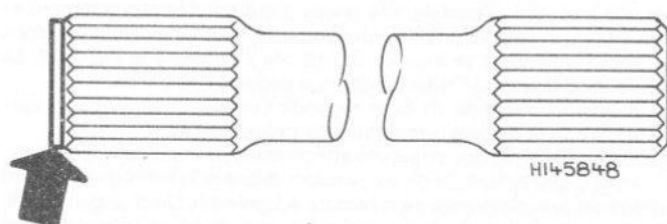

Fig. 9.11 Epaulement à l'extrémité gauche de la barre anti-roulis arrière (fléché) (Sec 8)
- 8 Saisir la barre anti-roulis dans un étau, son extrémité gauche étant vers le haut. Noter que l'extrémité gauche possède un épaulement supplémentaire, comme illustré à la Fig. 9.11.